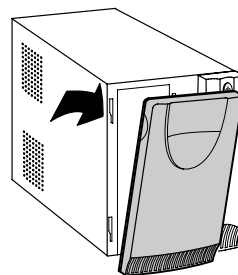

Abbildung 2 Entfernen der Frontblende von der USV
- 2 Ziehen Sie die linke obere Ecke nach vorne und entfernen Sie die Frontblende der USV (siehe Abbildung 2).